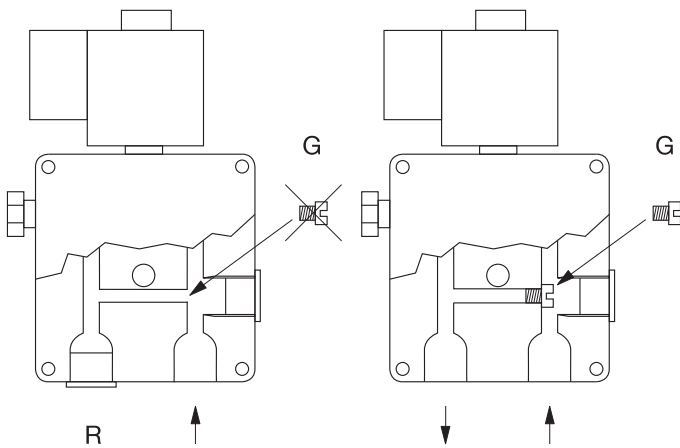

Abbildung 11 / Figure 11
Die Errichtung und Ausführung der Anlage hat nach DIN 4755 zu erfolgen. Örtliche Vorschriften sind zu beachten. Die Ölleitung ist soweit an den Brenner heranzuführen, daß die Ölschläuche zugentlastet angeschlossen werden können. In die Verbindung ist saugseitig ein Ölfilter mit Schnellschlußhahn einzubauen. In die Rücklaufleitung ist ein Rückschlagventil zu installieren. Der Brenner kann im 1- und 2-Rohr-System betrieben werden. Serienmäßig wird der Brenner für 2-Rohr-Systeme geliefert. Das Vakuum in der Saugleitung darf 0,4 bar nicht überschreiten. Bei einer Saughöhe über 3,5 m muß eine Ölpförmderpumpe eingebaut werden. Beim Betrieb mit Ölpförmderpumpe oder wenn der Öltank höher liegt als die Brennerpumpe, muß der Brenner im 1-Rohr-System betrieben werden. Wird der Brenner im 1-Rohr-System betrieben, muß an der Brennerpumpe der Rücklauf R verschlossen werden und die Schraube G ist unbedingt zu entfernen (siehe Abb. 11). Der Druck in der Ölleitung darf 1,5 bar nicht überschreiten. Nach Fertigstellung der Ölleitung muß eine Dichtheitskontrolle mit einem Druck von min. 5 bar entsprechend DIN 4755 durchgeführt werden. **Der Brenner darf während der Dichtheitskontrolle nicht angeschlossen sein.**
The construction and installation of the system is to be carried out according to DIN 4755. Local regulations are to be observed. The oil line is to be installed to the burner such that the oil hoses can be connected without any tension. An oil filter with a quick-close valve is to be installed in the connection on the suction side. A return check valve is to be installed in the return flow line. The burner can be operated in a 1 and 2 pipe system. The burner is delivered for a 2-pipe system as standard. The vacuum in the suction line may not exceed 0.4 bar. With a suction height of more than 3.5 m, an oil circulation pump must be installed. With operation with an oil circulation pump or if the oil tank is located higher than the burner pump, the burner must be operated as a 1-pipe system. If the burner is operated as a 1-pipe system, the return flow R must be closed at the burner pump and screw G must be removed (see fig. 11).
- Vérifier et éventuellement régler les références de position des électrodes d'allumage (Cf. fig. 11). Mettre ensuite le brûleur en position de service et visser la vis de service.
La construction et l'installation du système doivent être réalisées conformément aux normes DIN 4755. Respecter les prescriptions locales. La conduite de fioul doit être amenée suffisamment près du brûleur pour que les tuyaux puissent être raccordés sans contraintes. Dans la conduite, côté aspiration, monter un filtre à fioul muni d'un robinet à fermeture rapide. Installer une soupape de retenue dans la canalisation de retour. Le brûleur peut fonctionner avec le système à 1 ou à 2 conduites. En série, le brûleur est prévu pour fonctionner avec un système à deux conduites. Le vide dans la conduite d'aspiration ne doit pas dépasser 0,4 bar. En cas de puissance d'aspiration supérieure à 3,5 m, il faut monter une pompe d'alimentation de fioul. En cas de fonctionnement avec une pompe de circulation, ou lorsque la cuve à fioul est placée plus haut que la pompe du brûleur, le brûleur doit fonctionner sur la système à une conduite. Lorsque le brûleur fonctionne sur le système à une conduite, la canalisation de retour R doit être fermée sur la pompe du brûleur, et il faut impérativement retirer la vis G (Cf. fig. 11).